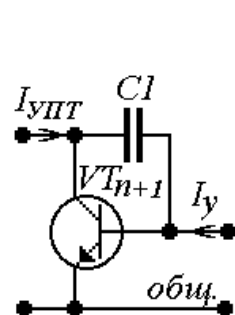

Рис.15. Вариант 2
$$U_{K_{n+1}} = U_{2\text{ном}} + \sum_{l=1}^n U_{\text{БЭ}_l}, \text{ для рис. 15, 16.} \quad (31)$$
$$R_{вхУ} = r_{вх_{n+1}}, \text{ для рис. 15, 16.} \quad (44)$$